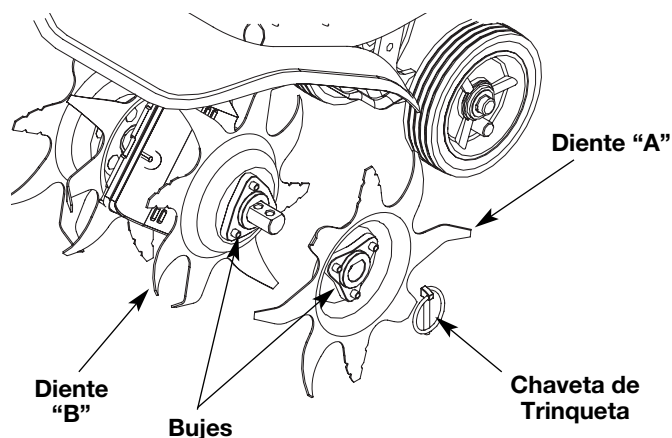

Fig. 14
- Saque las presillas del pasador de la horquilla y los pasadores de la horquilla (Fig. 14).
- Ubique un diente A y un diente B en el árbol del diente (Fig. 14).